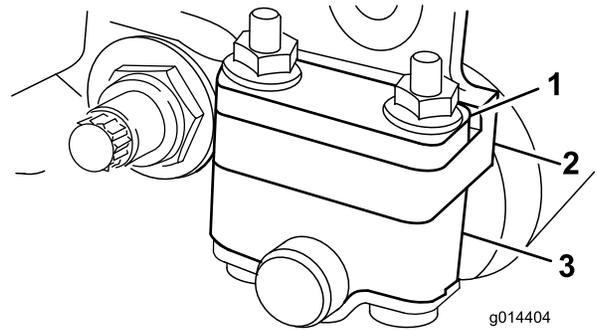
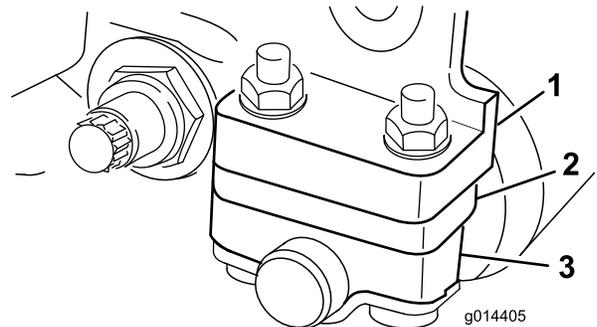

Bild 6
Bild 7
Abhängig von dem gewünschten Schnitthöhenbereich, müssen Sie die Heckrollenhalterungen (**Bild 6** oder **Bild 7**) auf die niedrige oder hohe Stellung einstellen:
- Legen Sie das Distanzstück über den Montageflansch der Seitenplatte (Werkseinstellung), wenn die Einstellungen für den Schnitthöhenbereich zwischen 1,5 mm und 6,0 mm liegen, wie in **Bild 6** abgebildet.
- Positionieren Sie das Distanzstück unter den Montageflansch der Seitenplatte, wenn die Einstellungen für den Schnitthöhenbereich zwischen 3 mm und 25 mm liegen, wie in **Bild 7** abgebildet.
4. Legen Sie die Distanzstücke je nach Bedarf über oder unter den Rollenhalterungen auf die Schrauben (**Bild 6** oder **Bild 7**).